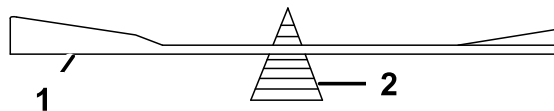

Figura 64
- Verifique o equilíbrio da lâmina colocando-a num equilibrador de lâminas (Figura 64).